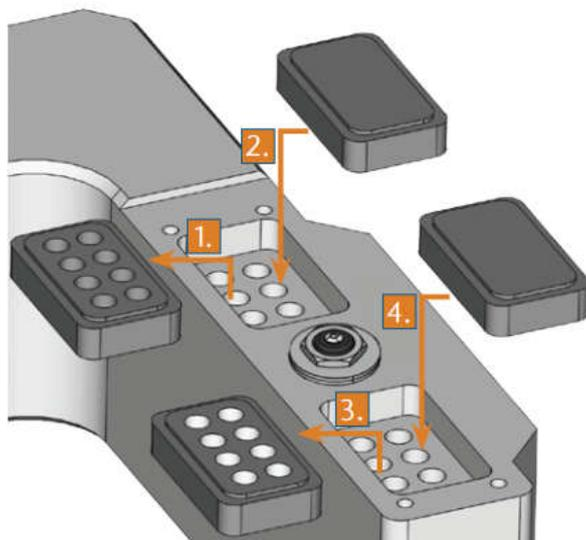

图 36 新橡胶刀库的插入（右：没有钻孔的新刀库 左：换下来的旧刀库）
⑤移除掉两个损坏的橡胶刀库并插入两个新的橡胶刀库，如图 36 所示